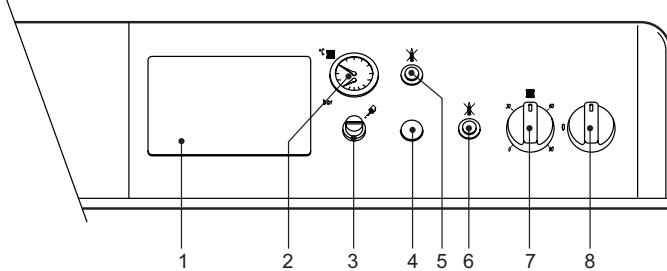

fig. 1
- Portare l'interruttore di caldaia "8" sulla posizione 1 (fig. 1).
- Qualora la caldaia venga dotata di una centralina elettronica termostatica, montata in posizione 1 di fig. 1, l'utente dovrà tenere conto anche delle istruzioni fornite dal costruttore della stessa.
Ruotando la manopola 7 di fig. 1 in senso orario la temperatura dell'acqua di riscaldamento aumenta, in senso antiorario diminuisce. La temperatura può essere variata da un minimo di 30° ad un massimo di 90°. Consigliamo comunque di non far funzionare la caldaia al di sotto dei 45°.
Impostare tramite il termostato ambiente la temperatura desiderata all'interno dei locali. Su comando del termostato ambiente la caldaia si accende e porta l'acqua impianto alla temperatura impostata dal termostato di regolazione caldaia 7 di fig. 1. Al raggiungimento della temperatura desiderata all'interno dei locali il generatore si spegne.
La pressione di caricamento ad impianto freddo, letta sull'idrometro caldaia part. 2 di fig.1, deve essere di circa 1,0 bar. Qualora durante il funzionamento la pressione dell'impianto scendesse (a causa dell'evaporazione dei gas dissolti nell'acqua) a valori inferiori al minimo sopra descritto, l'Utente dovrà, agendo sul rubinetto di caricamento, riportarla al valore iniziale. A fine operazione richiedere sempre il rubinetto di riempimento.